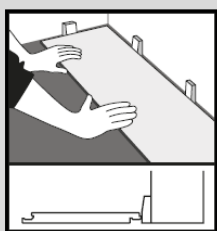

Fig. 1
1. Najprv zmerajte šírku miestnosti a vypočítajte, koľko riadkov (celých krátkych hrán) sa zmestí; zvyšná vzdialenosť rozdelená na polovicu by mala byť šírkou dielcov v prvom a poslednom rade. Ak je zvyšná vzdialenosť menšia ako 150 mm, tak sa k nej prirába šírka jednej lamely a až rozšírená vzdialenosť rozdelená na polovicu je šírkou na ktorú sa budú upravovať dielce v prvom a poslednom rade. Dosku namontujte tak, aby strana s perom (vrchným jazýčkom) / odrezaná hrana smerovala k stene, medzi dosku a stenu vložte dištančné prvky (Fig. 1).